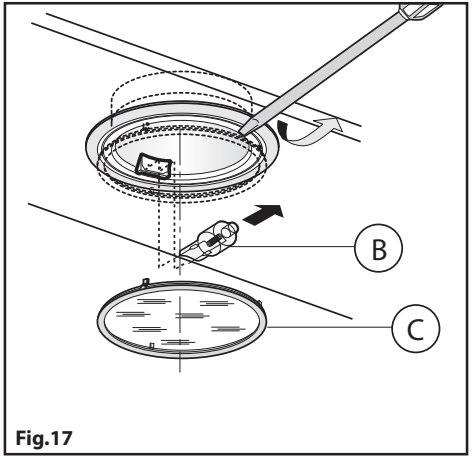

Fig.17
- **Sostituzione delle lampade alogene (Fig.17).**